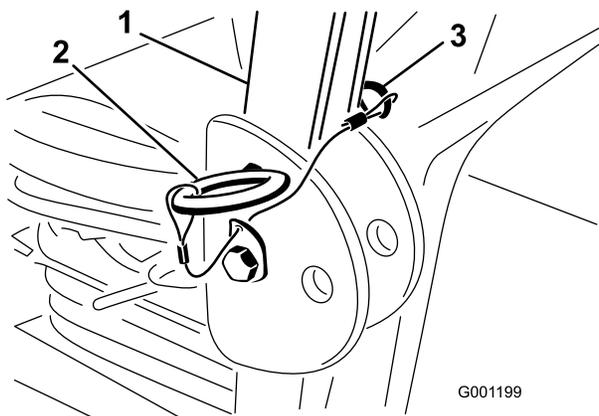

図 8
1. 機体の左右でヘアピンコッターを抜き、ピンを外す (図 8)。
2. ROPS をまっすぐに立ててピンで固定し、ヘアピンコッターでロックする (図 8)。